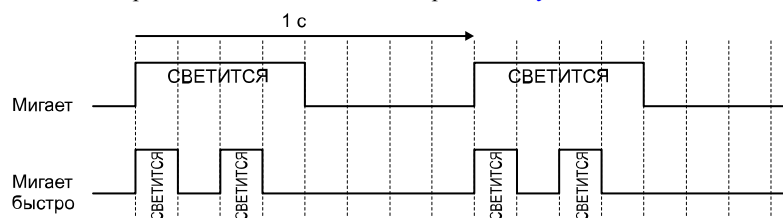

Рисунок 7.1 Состояния мигающего индикатора
*1 Различие между обычным и быстрым миганием см. на иллюстрации Рисунок 7.1.